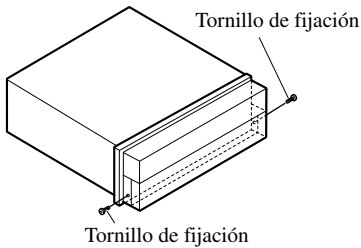

Fig. 18
- **Fije el panel delantero a la unidad utilizando los tornillos de fijación después de quitar el panel delantero. (Fig. 18)**